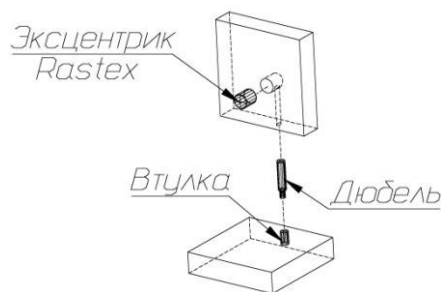

Рис. 1
1. На деталях **8, 08** вдоль задней кромки в установленные муфты вернуть дюбели. На деталях **2, 3** в установленные муфты вернуть дюбели (см. схему сборки и рис.1), в отверстия без муфт вставить шканты.
2. В имеющиеся отверстия на деталях **8, 08, 7** и **4** вставить эксцентрики Rastex 15/16 таким образом, чтобы стрелка была повернута в сторону отверстия в торце (схема сборки, рис. 1).